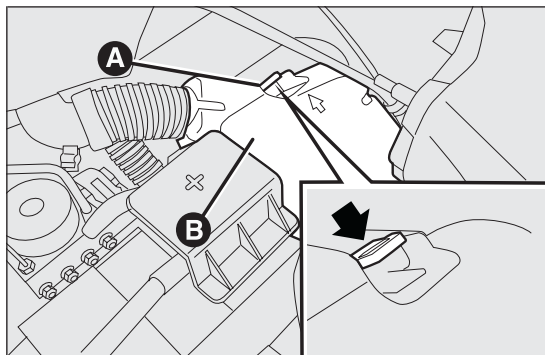

fig. 168
- actuar en la aleta A fig. 168 y retirar la tapa B de protección de la caja de fusibles;